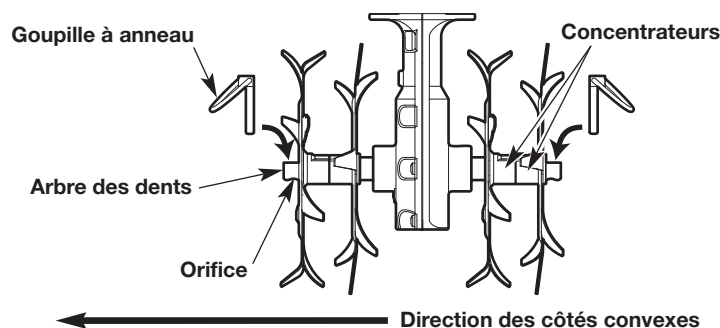

Fig. 5
1. Retirez la goupille fendue de l'extrémité de chaque arbre des dents (Fig. 5). Faites glisser les dents hors de l'arbre des dents. (Fig. 5).
2. Faites glisser les nouvelles dents sur l'arbre des dents. Les moyeux doivent se faire face (Fig. 5). Assurez-vous que les côtés convexes des dents sont tous orientés dans le sens indiqué (Fig. 5).
3. Insérez une goupille fendue dans l'ouverture de l'extrémité de chaque arbre des dents (Fig. 5). Assurez-vous que les goupilles fendues sont correctement insérées.